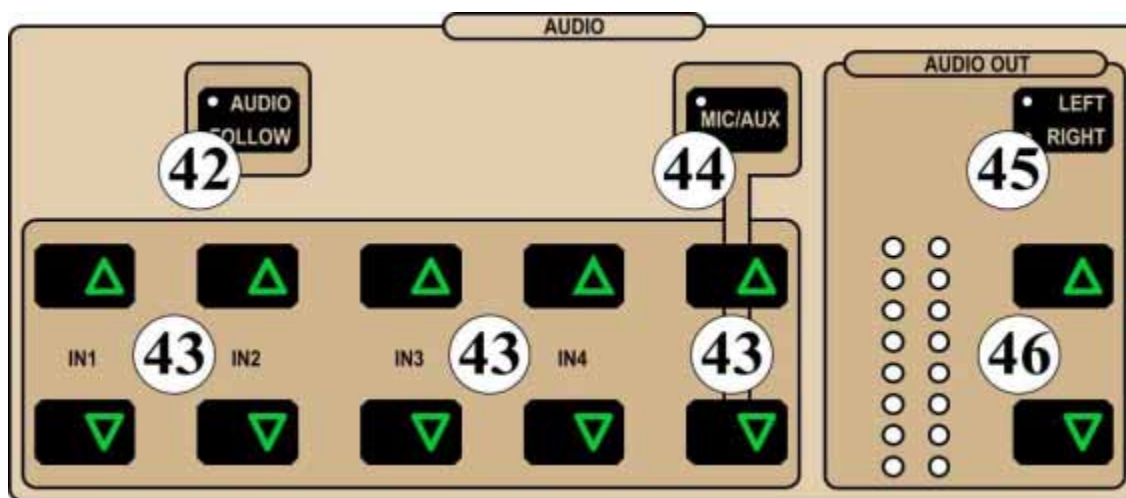

Рис.9 – Секция звукового микшера
Кнопки (43), устанавливают уровень входного сигнала (См. рис. 9).
Видеосигналы от подключенных входов можно микшировать как совместно с соответствующими сигналами звукового сопровождения, так и отдельно. При включенной кнопке [AUDIO FOLLOW](42) (См. рис. 9) микширование звуковых сигналов производится синхронно с видео. На программный выход звука подается сигнал источника, выбранного на активной линейке микширования. При отключенной кнопке [AUDIO FOLLOW](42) (светодиод на ней не горит) звуковые сигналы от всех источников микшируются в выходной звуковой сигнал с уровнями, установленными кнопками (43). Сигнал с входа MIC/AUX может регулироваться и замешиваться к выходному звуковому сигналу независимо от режима AUDIO FOLLOW.